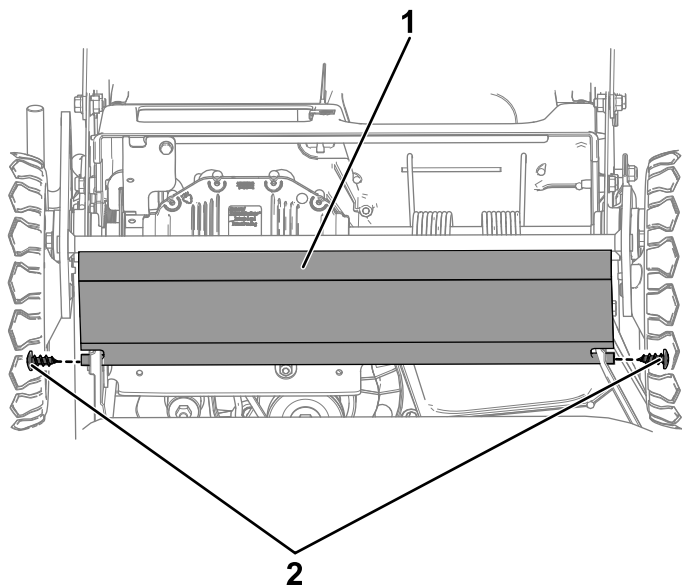

Bild 47
9. Entfernen Sie den Staubschutz, indem Sie die beiden Befestigungsschrauben entfernen (Bild 47).